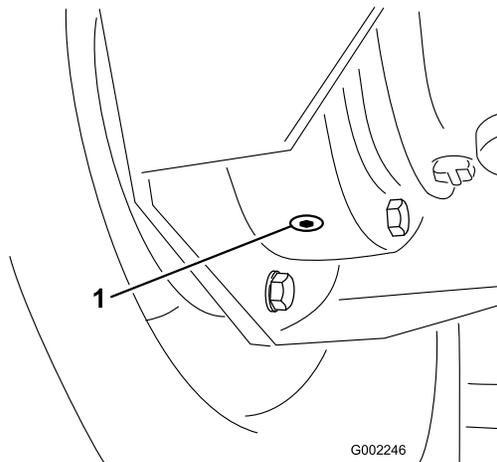

**Figure 81**
1. Placez le pulvérisateur sur une surface plane et horizontale et positionnez les roues arrière comme montré à la Figure 81.
3. Placez un bac de vidange sous les bouchons de vidange et retirez les bouchons du moyeu (Figure 81).